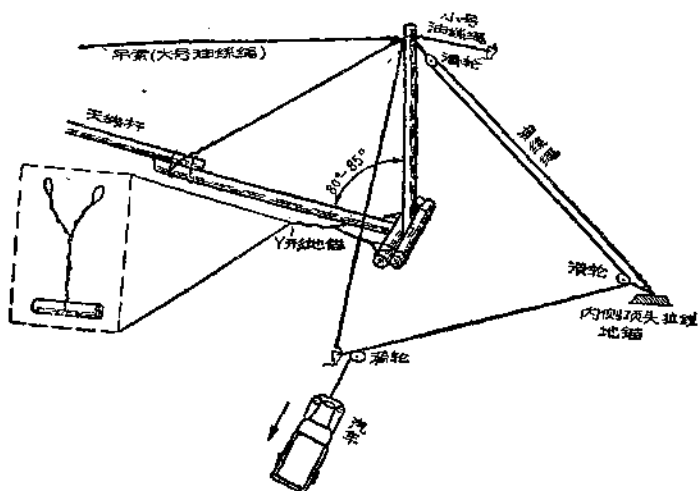

图 9 立附杆图
① 在附杆兩側 15—20 米處各打地釘一個，地釘的長度應在一米以上。
② 附杆頂部與地釘間系一條小號油絲繩。
③ 为防止立附杆时发生后倒现象，应利用附杆吊索将附杆系在天线杆上。
3. 立附杆（见图 9）